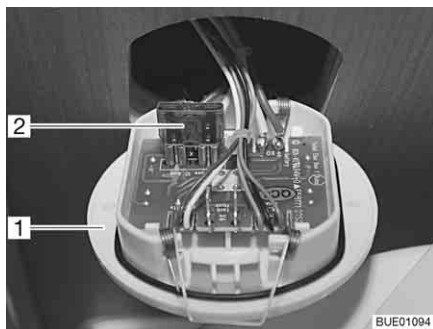

Fig. 86 Fusibile della toilette
- Sollevare l'elemento di regolazione per la toilette (Fig. 86,1) con uno strumento adeguato ed estrarlo dalla parete.
- Sostituire il fusibile (Fig. 86,2).